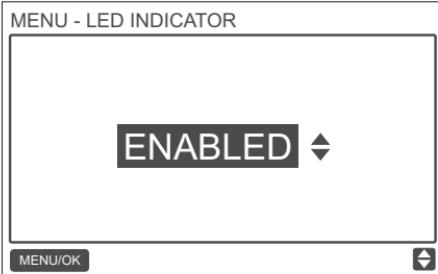

Fig. 72 — Ajuste del INDICADOR LED
Pulse TEMP UP ▲ o TEMP DOWN ▼ para ajustar si el está activado (ON) o desactivado (OFF), como se muestra en la Fig. 72.